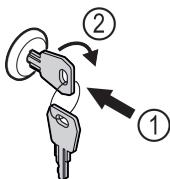

Fig. 126
- Vstavite ključ Fig. 126 (1).
- Ključ obrnite v smeri urnih kazalcev za 90° Fig. 126 (2).